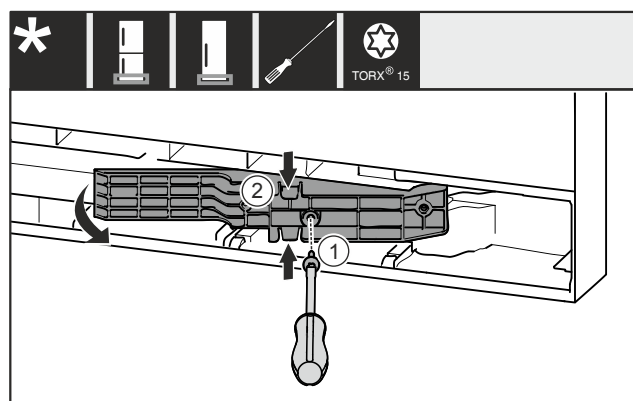

Fig. 22 *
- Rimuovere la vite Fig. 22 (1)*
- Comprimere leggermente l'adattatore Fig. 22 (2) in alto e in basso ed estrarlo.*